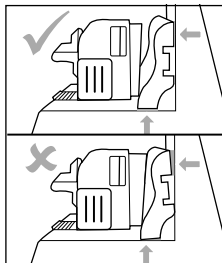

Fig. 9
- ◆ Con una mano tenere fermo il prodotto contro un braccio mobile ❶. Tenere ancora fissi gli zoccoli, che dopo il serraggio non mantengono un angolo di 90° (vedere fig. 9).